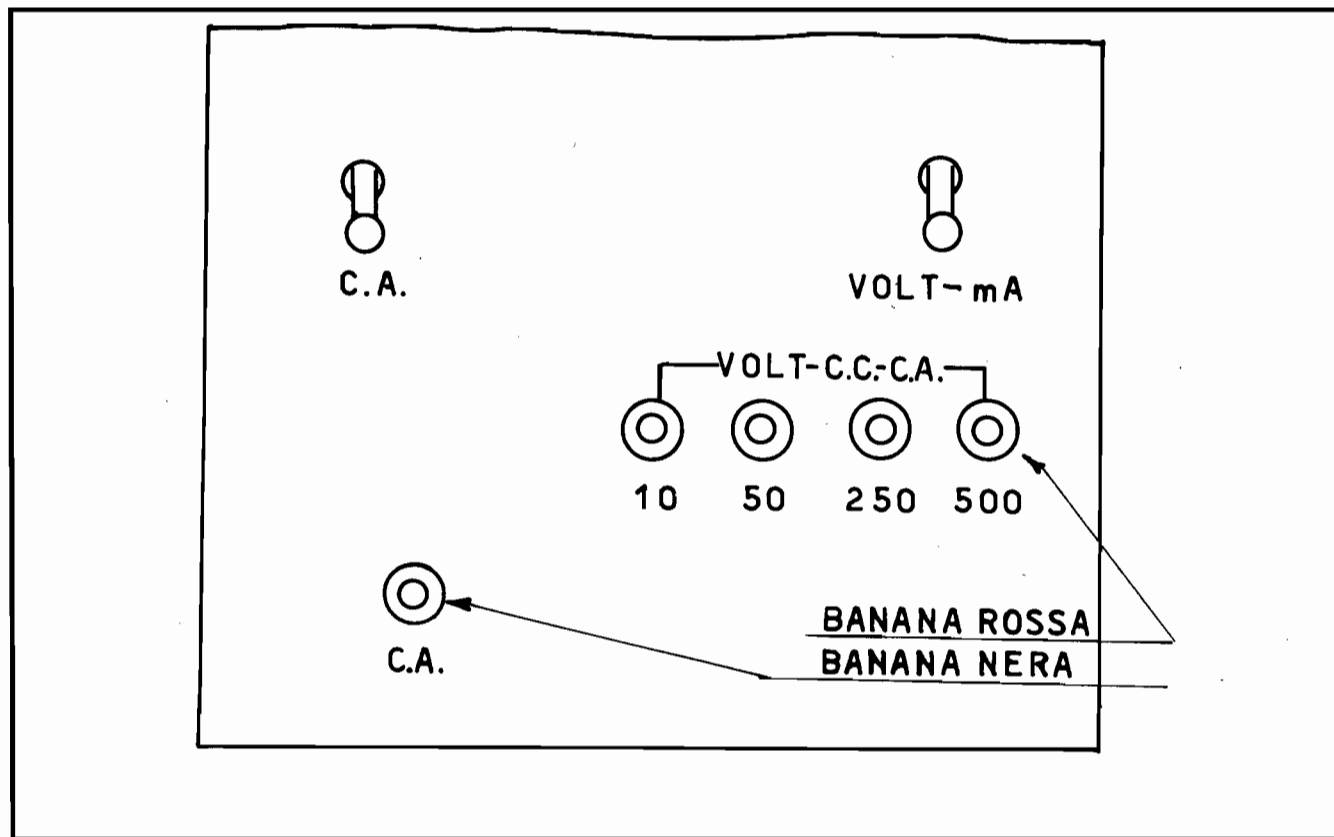

Fig. 4
- 3) Banana rossa nella boccola G (scala 500 volt) e banana nera nella boccola I (c.a.) (fig. 4).